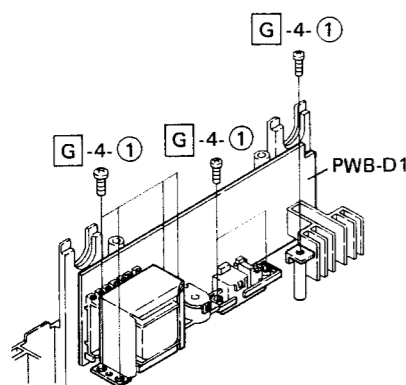
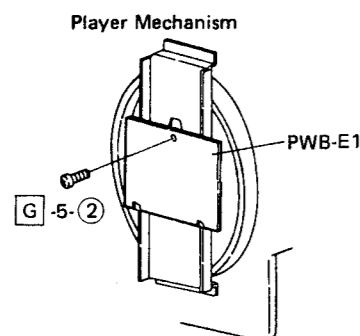

Figure 11-5
Figure 11-6
- ① Remove seven screws at the power block — shown in Fig. 11-5, and take the power block off.
- ① Remove the player mechanism in the same way as in "D REMOVAL OF PLAYER MECHANISM."
- ② Remove a screw at the microcomputer P.W.B. shown in Fig. 11-6, and take the P.W.B. off.
- ① Die sieben Schrauben des Endverstärkerblocks gemäß Abbildung 11-5 entfernen. Danach kann der Endverstärkerblock abgenommen werden.
- ① Den Plattenspielermechanismus gemäß den Anweisungen des Abschnittes "D ENTFERNEN DES PLATTENSPIELERMECHANISMUS" entsprechend entfernen.
- ② Die Schraube der Mikrocomputer-Leiterplatte gemäß der Abbildung 11-6 entfernen und die Leiterplatte dann abnehmen.
- ① Enlever les sept vis du bloc d'alimentation indiqué dans la Fig. 11-5, puis retirer le bloc alimentation.
- ① Enlever le mécanisme du tourne-disques de la même manière que dans "D ENLEVEMENT DU MECANISME DU TOURNE-DISQUES".
- ② Enlever la vis de la plaquette de montage imprimé du microprocesseur indiquée dans la Fig. 11-6, et retirer la plaquette de montage imprimé.